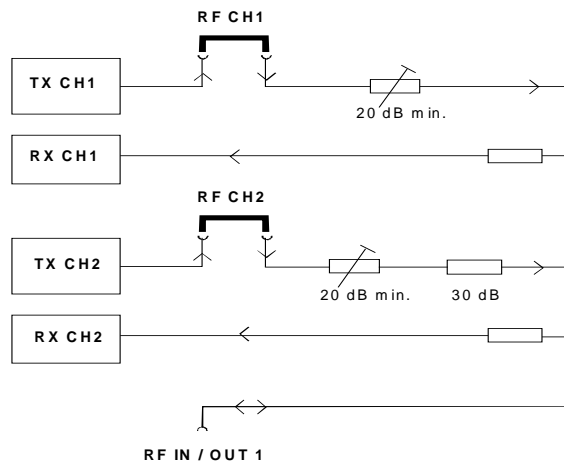

Bild 3: HF-Pfade im CRTP/C02
- Speisen Sie bei der rechten jetzt freien Buchse das SMIQ-Ausgangssignal ein. Es wird dann in der Analog Unit mit dem Sendersignal TX CH2 und den Empfangskanälen am Anschluß RF IN/OUT 1 zusammengekoppelt (siehe Bild 3).
Hinweis: *Ebenso wie CH 1 kann natürlich auch der RF CH 2 gefadet werden. Dabei ist zu beachten, daß die Mindest-Einfügungs-dämpfung zwischen dem Einspeisepunkt des SMIQ-Signals und der Buchse RF IN /OUT 1 für CH1 20 dB, für CH2 jedoch 50 dB beträgt (siehe Bild 3). Diesen Betrag müssen Sie beim Programmieren des Ausgangspegels des SMIQ berücksichtigen.*
Das im Bild 3 dargestellte variable Dämpfungsglied im Fading-Pfad soll auf Minimum eingestellt werden.